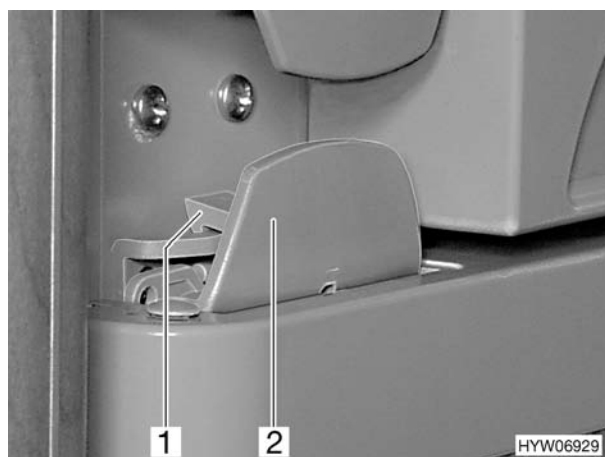

Fig. 75 Bloccaggio della porta del frigorifero, chiusa
- Aprire la porta del frigorifero tirando la maniglia (Fig. 75,2). Il bloccaggio (Fig. 75,1) si sblocca automaticamente.